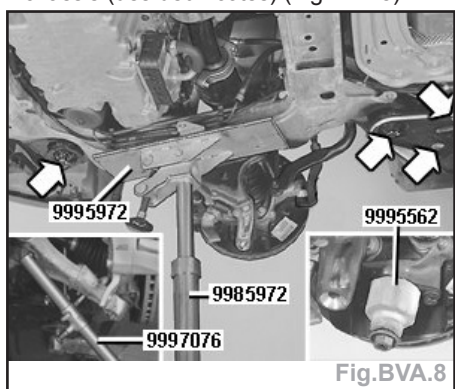

Fig. BVA.8
- Retirer les vis des plaques d'appui du faux-châssis (des deux côtés) (Fig. BVA.8).